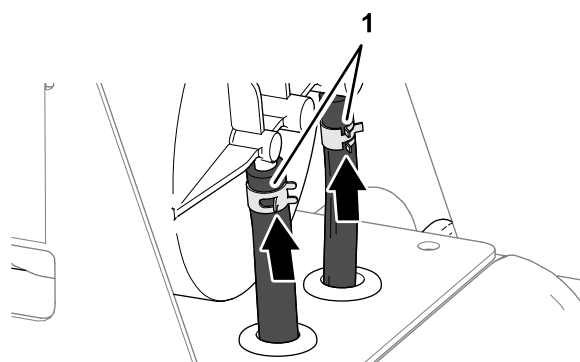

Figura 88
4. Sujete las mangueras a los acoplamientos con las abrazaderas (Figura 88)